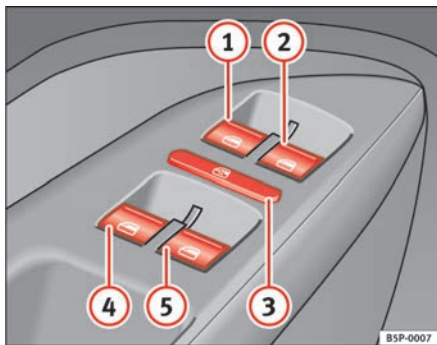

Fig. 69 Detalle de la puerta del conductor: mandos para las ventanillas delanteras y traseras
Las teclas ⇒ página 111, fig. 69 ① y ② tienen dos posiciones para la apertura de las ventanillas y otras dos para el cierre. De este modo es más fácil controlar las operaciones de apertura y cierre.